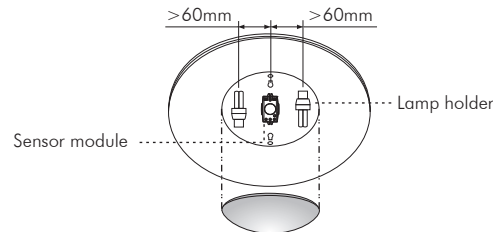

FIG.7
- Logement de lampe fluo compacte PL de type 2U (voir fig. 7):